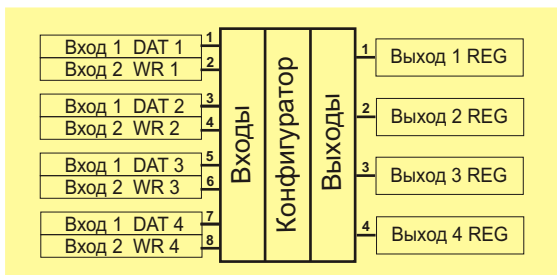

Рис. 77. Блок “Регистр”.
9.3.15 Блок **Регистр** имеет 8 входов и 4 выхода и содержит 4 элемента. Каждый элемент блока имеет 2 входа: **DAT** ( данные) и **WR** (управляющий сигнал), а также, 1 выход. Схематическое изображение архитектуры блока **Регистр** смотрите на Рис. 77.